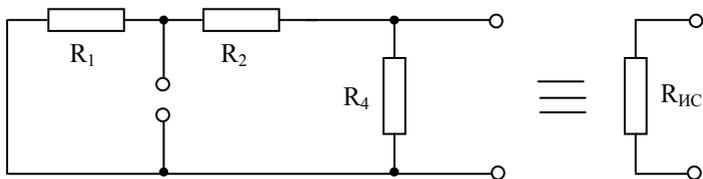

Рис. 6
3. Определяем сопротивление эквивалентного источника, которое должно быть равно внутреннему сопротивлению пассивизированной активной цепи. Пассивизированные цепи означает удаление из неё источников тока и напряжения (ЭДС), которое делает цепь пассивной. Ветви, где были включены источники тока, заменяются разрывом, а ветви с ЭДС – перемычкой (рис.6). В зависимости от вида соединения сопротивлений составляем формулу для расчёта эквивалентного сопротивления, которое равно сопротивлению на источнике  $R_{ЭК} = R_{ИС}$ .